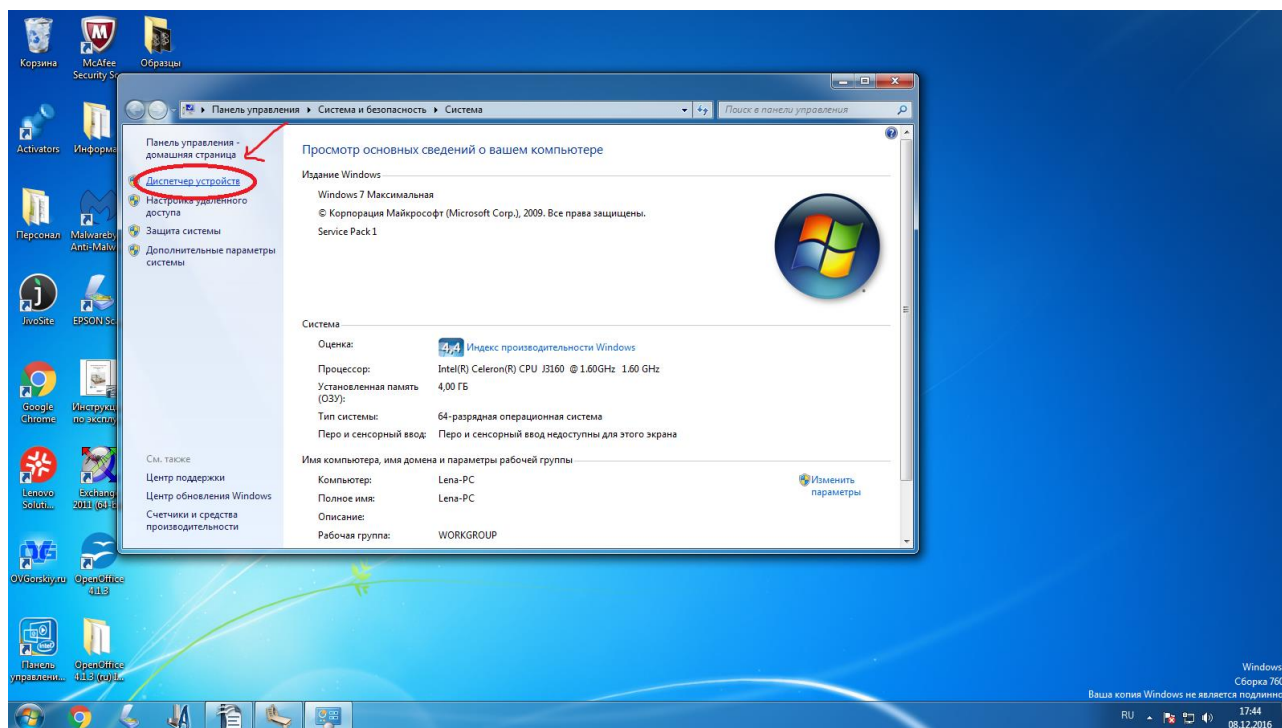

Рисунок 8. Диспетчер устройств.
- 7) Откройте «Диспетчер устройств» и найдите номер COM порта, рисунок 8 и 9